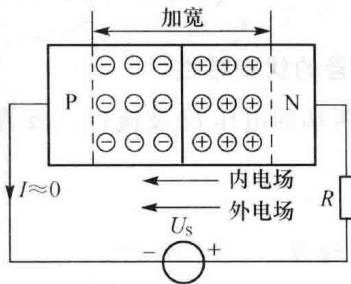

图 1-13 PN 结外加反向电压
② PN结外加反向电压：PN结P端接低电位，N端接高电位，称PN结外加反向电压，又称PN结反向偏置，简称为反偏，如图1-13所示。